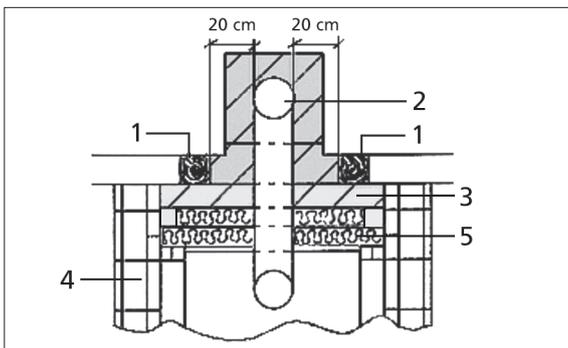
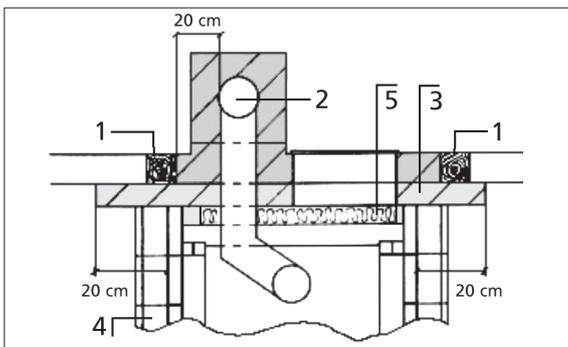

Bild 1-2 Ummauerung von Bauteilen, Variante 1
Bild 1-3 Ummauerung von Bauteilen, Variante 2
- Schützen Sie brennbare Teile im Stellbereich gegen Erwärmung durch Aufstellen einer Brandschutzwand entsprechend Bild 1-1 bis Bild 1-3.
Müssen im Stellbereich Ihrer Ofenanlage die oben aufgeführten Bauteile gegen Erwärmung geschützt werden, muss eine Brandschutzwand entsprechend Bild 1-2 oder Bild 1-3 mit folgenden Eigenschaften vorgemauert werden:
Bei Rauchrohrführungen durch Holzwände oder im Bereich von Stahl/Stahlbetonstützen muss ebenfalls auf eine 20 cm breite, allseitig mineralische Ummauerung des Rauchrohres geachtet werden (siehe Bild 1-2 und Bild 1-3).